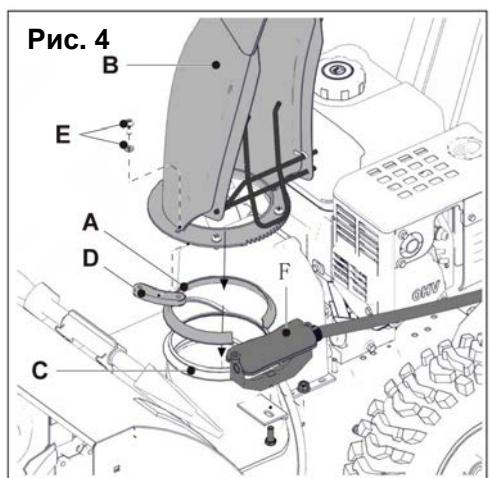

Рис. 4
Рис. 4а
Рис. 4б
- a) Установите скользящее кольцо (A) и выпускной желоб (B) на фланцевый фитинг (C) Рис.4.
- b) Вставьте салазки (D) под фланцевый фитинг (C), совместив отверстия на салазках с отверстиями в нижней части желоба.
- c) Вставьте винты с шайбами (E) в отверстия и закрепите.
- d) Закрепите узел червячного винта на опоре, проверив правильное сцепление узла червячного винта с зубчатой секцией на желобе (F).